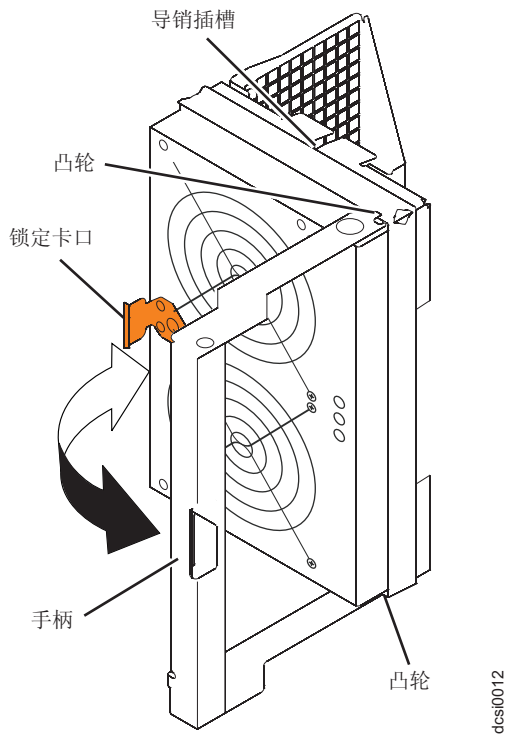

图 84. 卸下风扇组合件
- a. 在存储扩展机柜的后部，按压将风扇组合件手柄固定到位的锁定卡口，以卸下风扇组合件（请参阅第 118 页的图 84）；然后，朝着您的方向拉动风扇组合件手柄。